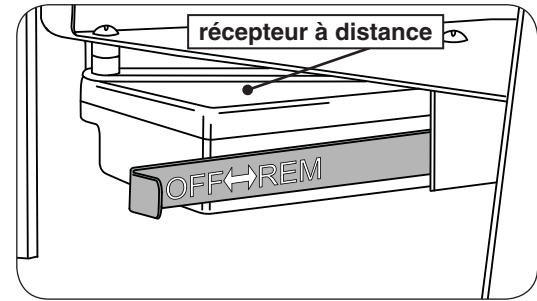

Fig. 38-1
1. Localisez actionneur coulissant OFF/REMOTE sur le côté gauche du brûleur. Glisser le servomoteur sur la position gauche / **OFF**. Voir Fig. 38-1.